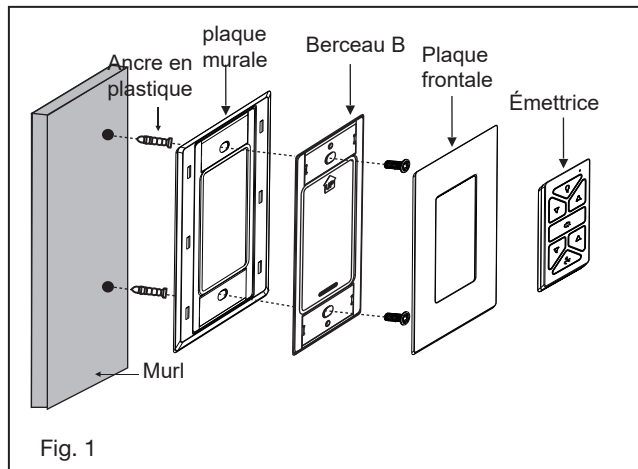

Fig. 1
1 Retirez l'une des trois vis du moyeu de montage situé sur le moteur du ventilateur. (Fig. 1)
2 Tout en tenant l'ensemble LED sous votre ventilateur, effectuez les connexions des fiches polarisées: (Fig.1)
3 Rentrez soigneusement les connexions dans l'ensemble LED, placez l'ensemble LED sur le moyeu de montage avec les 3 vis fournies. (Fig. 1)
4 Soulevez le couvercle de la lumière contre le bloc LED et tournez-le dans le sens des aiguilles d'une montre jusqu'à ce qu'il soit bien ajusté, NE PAS TROP SERRER. (Fig. 1)
- 1 Sélectionnez un emplacement souhaité. Utilisez la plaque murale pour marquer l'emplacement des trous de montage. Des chevilles murales en plastique ou des vis de montage sont nécessaires pour cette application. (Fig. 1)